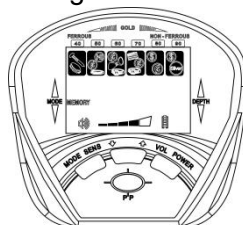

Abb. 12
- a) Drücken Sie erneut die Taste MODE, die MEMORY-Anzeige leuchtet auf. Die Zielunterscheidungsanzeige leuchtet ebenfalls auf. (Siehe Abb. 12)
e) Wenn Sie andere Metalle suchen wollen, drücken Sie erneut die Taste „MODE“. Die MEMORY-Anzeige leuchtet immer noch auf und zeigt dasselbe an wie in Abb.12. Wiederholen Sie dann den oben beschriebenen Vorgang.
f) Um den MEMORY-Modus zu verlassen, drücken Sie die Taste MODE, wodurch der Detektor in den Zustand von Abb.12 zurückkehrt. Drücken Sie dann erneut die Taste MODE, um den Speichermodus zu verlassen und in den nächsten Betriebsmodus zu gelangen.